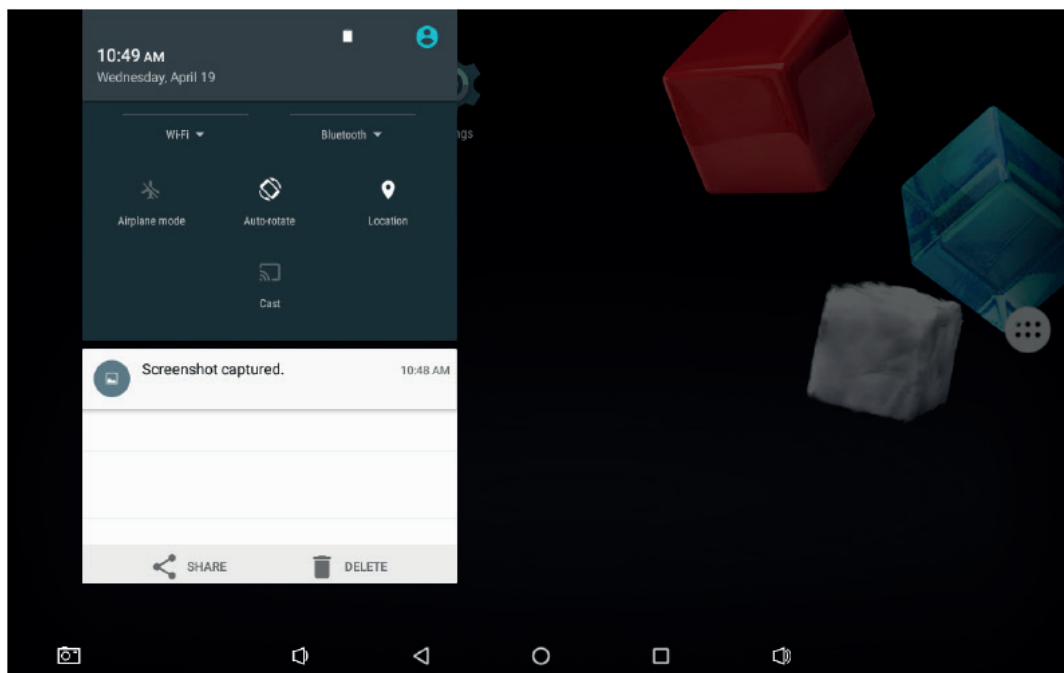

Рис. 34. Функции верхней строки
3. Кликните **Control button password protected** (кнопка управления защищена паролем) для включения или выключения данной функции (см. рисунок 34).